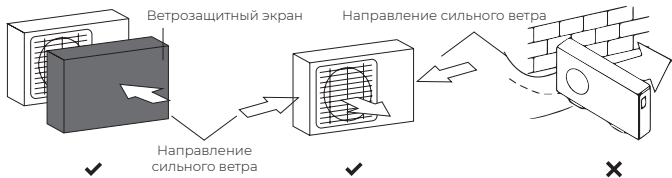

Рис. 5
- Если здание расположено в местах, где бывают сильные ветра (например, вблизи берега моря), блок необходимо установить на стене так, чтобы она защищала его от ветра. При необходимости используйте ветрозащитный экран. (См. рис. 5)